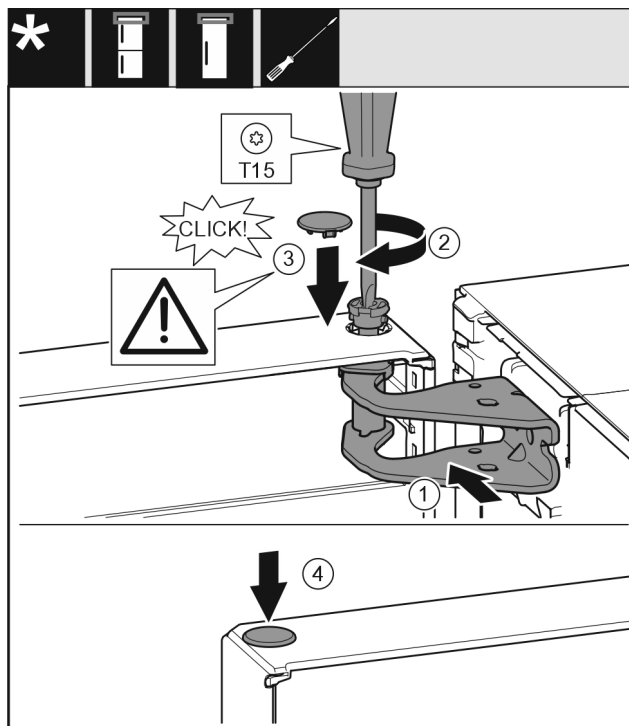

Fig. 16
- 将门的上方对准托架中的开口。Fig. 16 (1)
- 放入螺栓并用 T15 螺丝刀拧紧。Fig. 16 (2)
- 安装冰箱门安全装置的安全盖：放入安全盖并检查其是否紧贴在门上。否则，需将螺栓完全插入。Fig. 16 (3)
- 放上堵头。Fig. 16 (4)